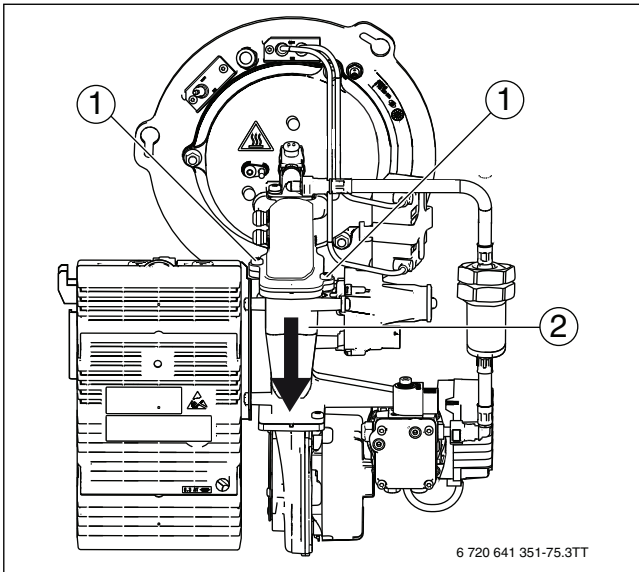

Bild 91 Brennergehäuse-Unterteil demontieren
- ▶ Brennergehäuse-Unterteil (→ Bild 91, [2]) halten.
- ▶ Befestigungsschrauben (→ Bild 91, [1]) entfernen.